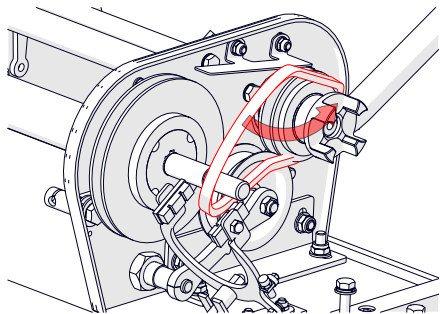

Fig. 15F - Sustituir la correa de accionamiento
7. Retire las correas y sustitúyalas (si fuera necesario) (Fig. 15F).